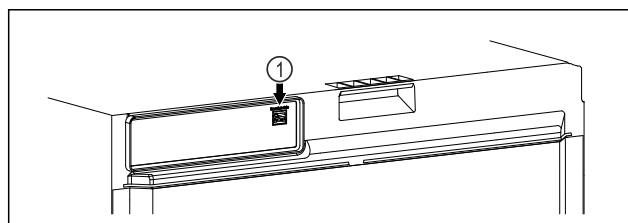

Fig. 141
- El SmartModule Fig. 141 (1) está colocado.